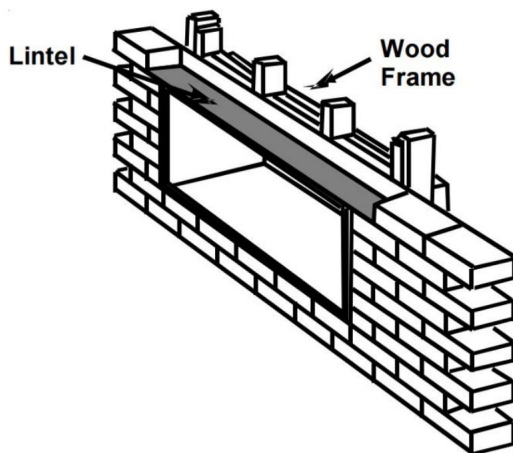

Figura 3
3. Se installato in un muro di cemento o muratura, deve essere previsto un architrave nell'apertura del muro per il supporto. Non utilizzare il manicotto del muro come architrave. Se il muro è spesso meno di 203,2 mm o di costruzione cava, deve essere previsto un mezzo di supporto alternativo per il manicotto. Vedere la Figura 3 per una tipica costruzione dell'architrave.